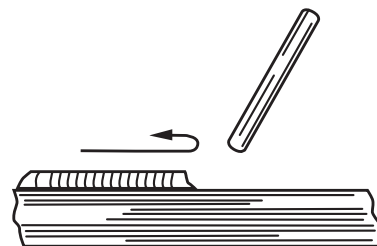

Figura 5
**7° paso - Interrumpa el cordón (figura 5).**